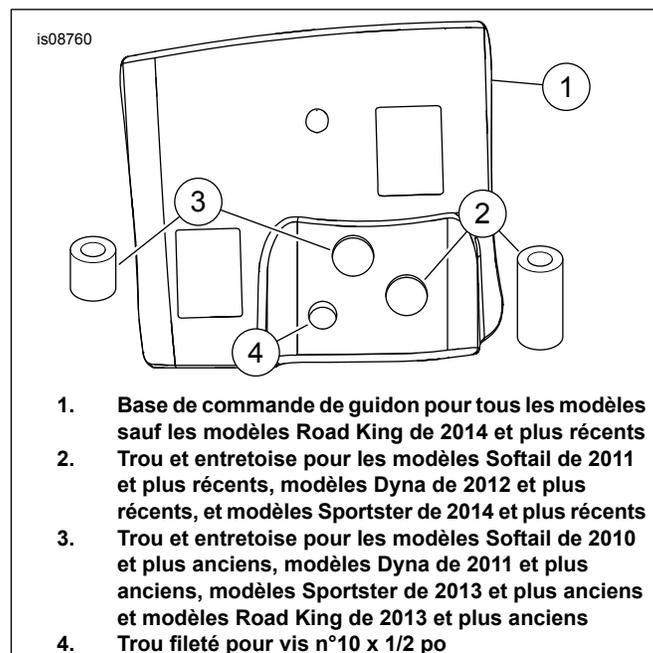

Figure 3. Base et entretoises de commande de guidon
4. Voir Figure 3. Aligner l'entretoise sélectionnée précédemment avec le trou approprié (2 ou 3).